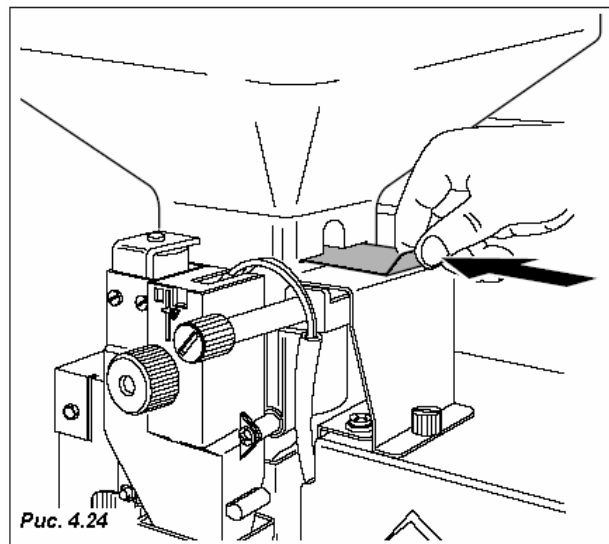

Рис. 4.24
- Загрузку контейнеров следует производить, вынув их из торгового автомата, предварительно вынув каждый контейнер. При загрузке, в частности, гранулированного кофе, перед извлечением контейнера необходимо закрыть дверцу лотка. (Рис. 4.24).